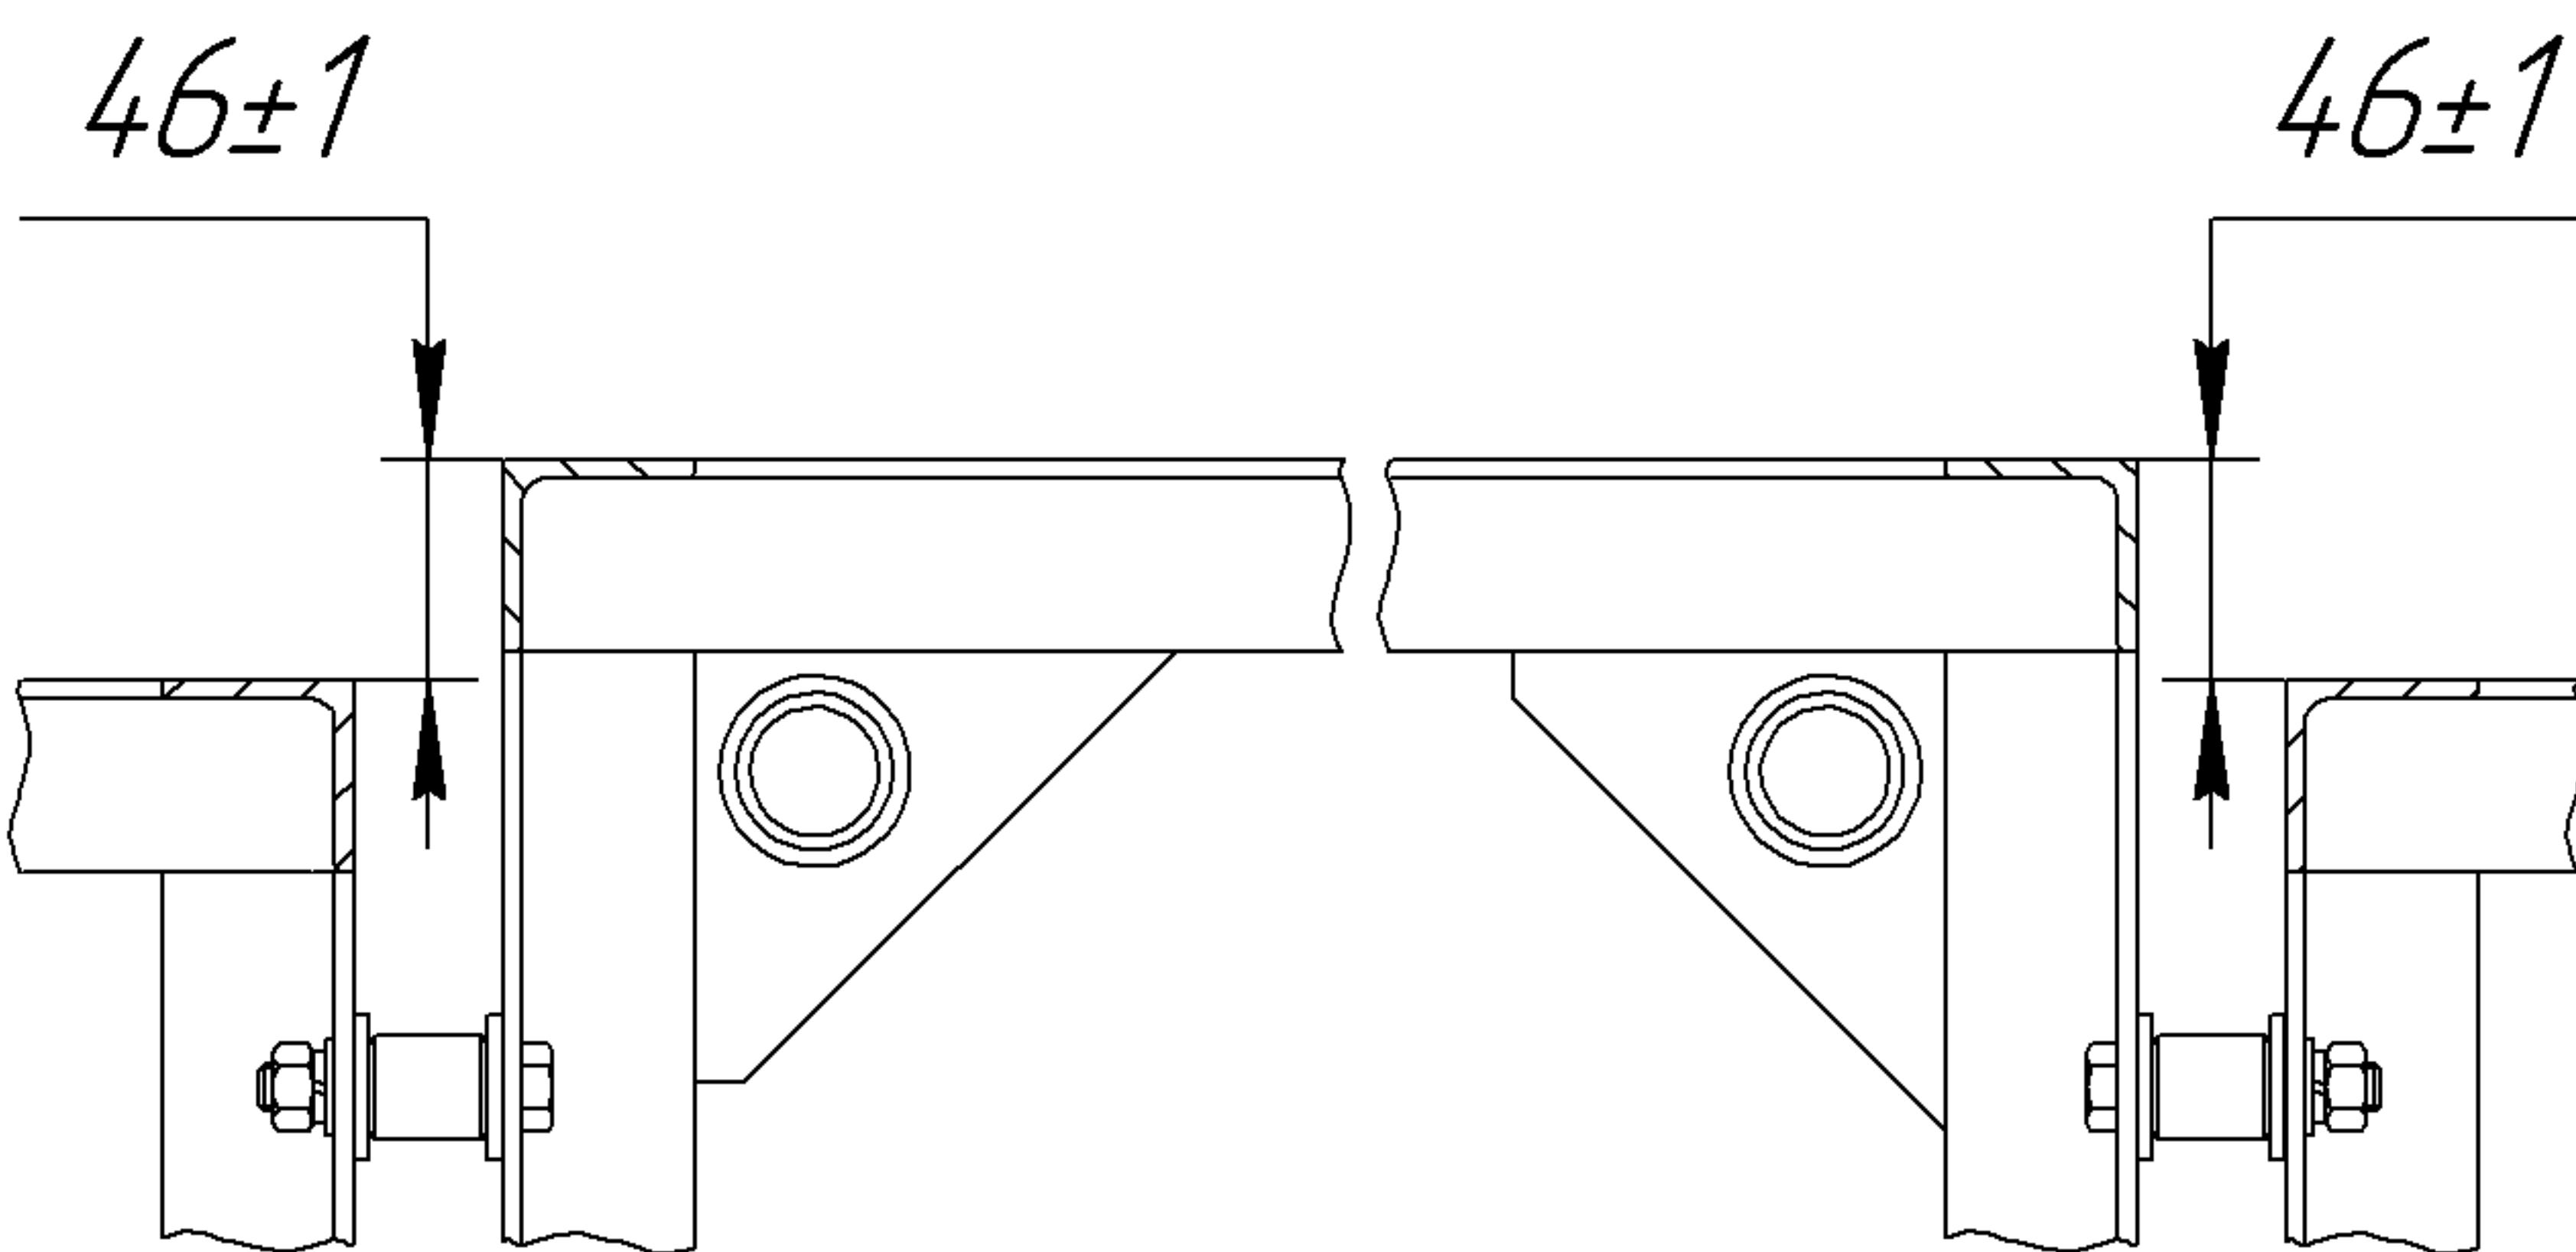

Рис. 30
- завернуть восемь болтов M10x55 поз. 31 с восемью гайками M10 поз. 28, восемью шайбами 10 поз. 32 и восемью шайбами 10.65Г поз. 30, установив на стержень каждого болта между рамами втулку поз. 29 и регулировочную шайбу поз. 33 (вид В, рис. 10). Основания рам секций должны лежать в одной плоскости. Между рамами секций необходимо выдерживать размер  $46\pm1$  (рис. 30);